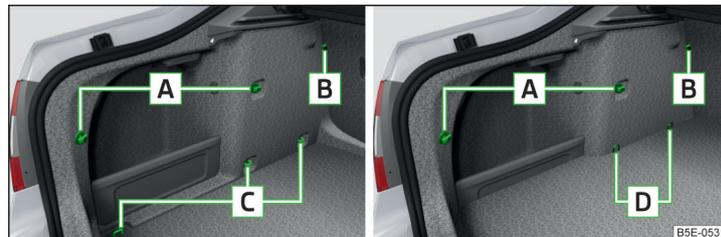
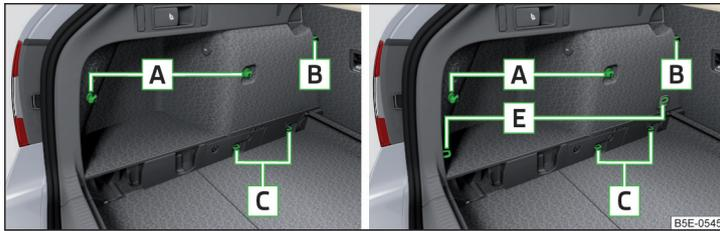
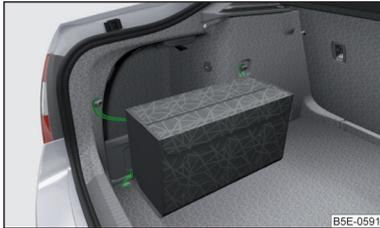

Abb. 109 Befestigungselemente: Variante 1 / Variante 2 (G-TEC)
Abb. 110 Befestigungselemente: Variante 3 / Variante 4
Abb. 113
Übersicht der Befestigungselemente » Abb. 109 und » Abb. 110
Wenn das Fahrzeug mit dem variablen Ladeboden ausgestattet ist und dieser sich in der oberen Position befindet, dann können für die Befestigung der Netze die Verzurrösen **E** » Abb. 110 auf Seite 104 verwendet werden. ▶
- Bei Fahrzeugen mit Verzurrrösen **D** » Abb. 109 auf Seite 103 können nur folgende Netze befestigt werden.
- Bodennetz, dieses kann im hinteren Bereich an den hinteren Befestigungselementen **A** » Abb. 109 auf Seite 103 befestigt werden.
Die Tasche » Abb. 113 kann an den Befestigungselementen **A** sowie an der hinteren und mittleren Verzurrröse **C** » Abb. 109 auf Seite 103 befestigt werden.